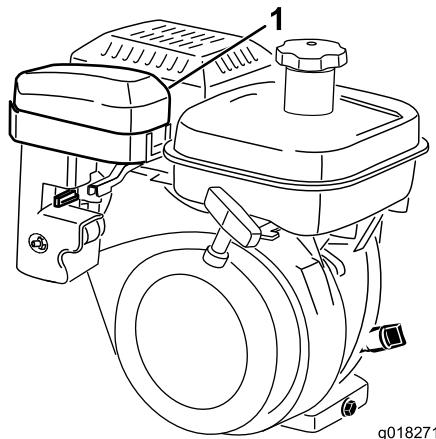
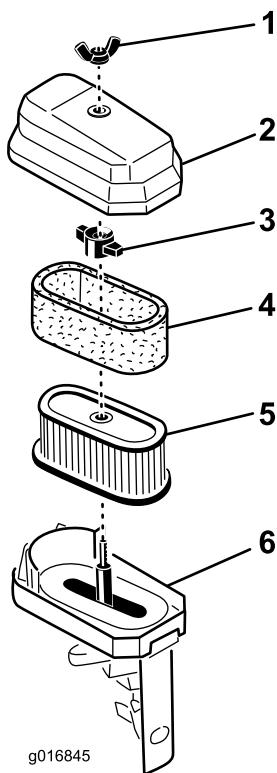

Рисунок 32
Рисунок 33
2. Снимите барашковую гайку, которая крепит крышку воздухоочистителя, и снимите крышку. Тщательно очистите крышку (Рисунок 32 и Рисунок 33).
3. Если элемент из пеноматериала загрязнен, извлеките его из бумажного элемента (Рисунок 33). Тщательно очистите элемент.